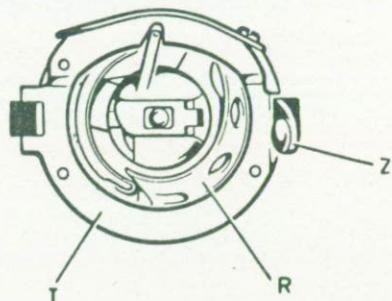

Fig. 30
- Push spring « Z » sideways with thumb of right hand (fig. 30).